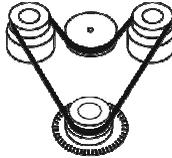

Fig. 2 Sostituzione della cinghia in gomma
- Rimuovere le 4 viti di fissaggio situate sul fondo del dispositivo e rimuovere il pannello inferiore. Sostituire la cinghia in gomma (fig. 2).